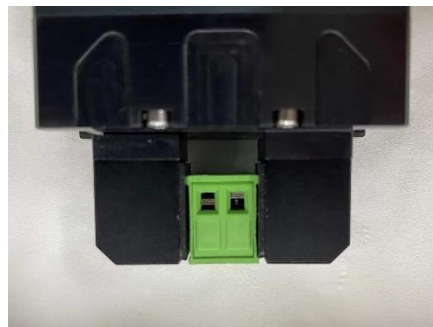

图 2.6 错误初始化示例
**注：1.0xA5 指令初始化过程中是在寻找最大和最小位置，如果在此过程中最大或最小位置被阻挡，会识别错误的行程，如图 2.6 的 0 位置就会识别为夹持物体的宽度。**